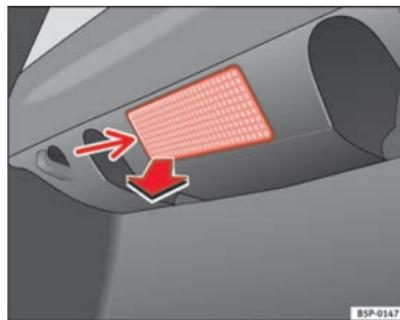

Fig. 176 Luce bagagliaio
- Estrarre il paralume facendo pressione sul bordo della parte interna dello stesso -freccia- aiutandosi con la parte piana di un cacciavite ⇒ fig. 176. ▶